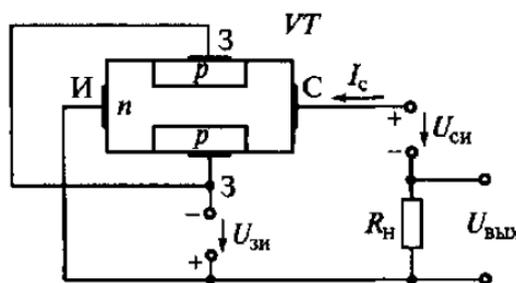

Рис. 3
9. В каком направлении включены p-n переходы затвора полевого транзистора, показанного на рис. 3?